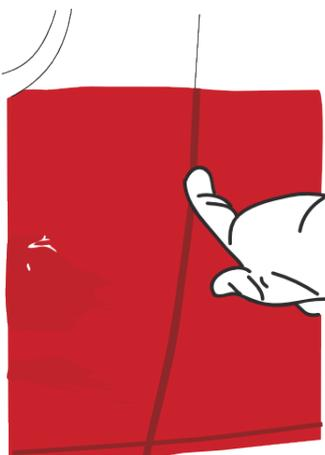

Abbildung 34
- › Kennzeichnen Sie die Umrisse des Teilbereichs manuell (tragen Sie dabei einen Handschuh). (Abb. 34)